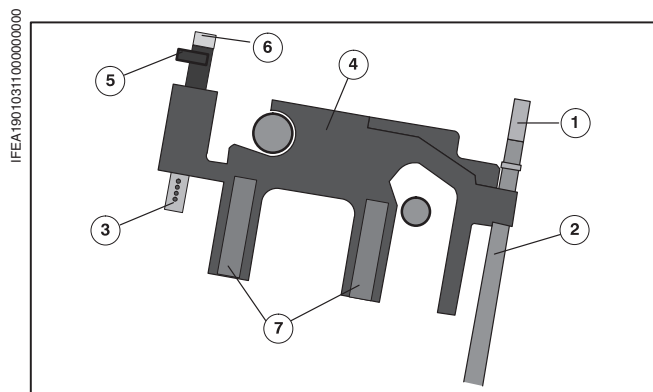

Рис. 15 Боковой раздув, передний угловой раздув
На Рис. 15 показан боковой упор листов со стороны обслуживания (Рис. 15/④) с боковым раздувом (Рис. 15/③) и передним угловым раздувом (Рис. 15/②).
Передний угловой раздув (Рис. 15/②)	Боковой раздув (Рис. 15/③)